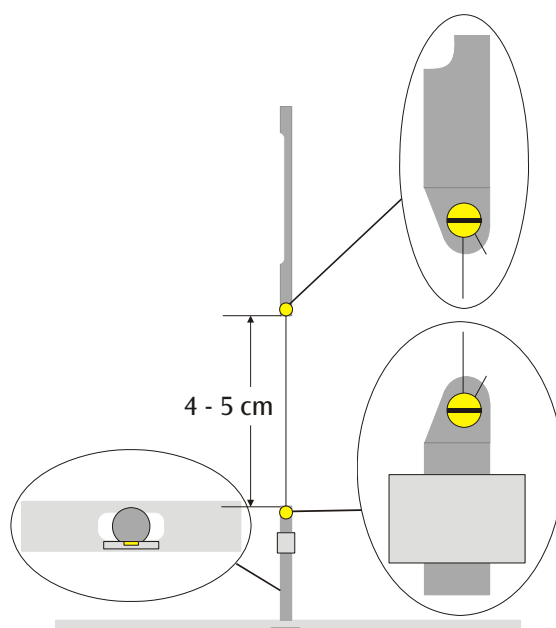

Fig. 3 Représentation schématique du pendule de torsion (coupe à gauche : renfort longitudinal avec suspension inférieure vue de dessus)
- Visser la suspension inférieure au centre sur le renfort longitudinal intérieur. Pour cela, veiller à ce que la surface du miroir soit parallèle au renfort longitudinal (cf. Fig. 3).
- Attacher l'extrémité du filament sur le papier à côté de la suspension supérieure avec un morceau de bande adhésive. Faire ensuite passer le filament autour de la vis de fixation et serrer la vis. Pour ce faire, veiller à ce que le filament ne soit pas déformé. Le filament doit se dérouler le plus au centre possible entre les deux suspensions (cf. Fig. 3).